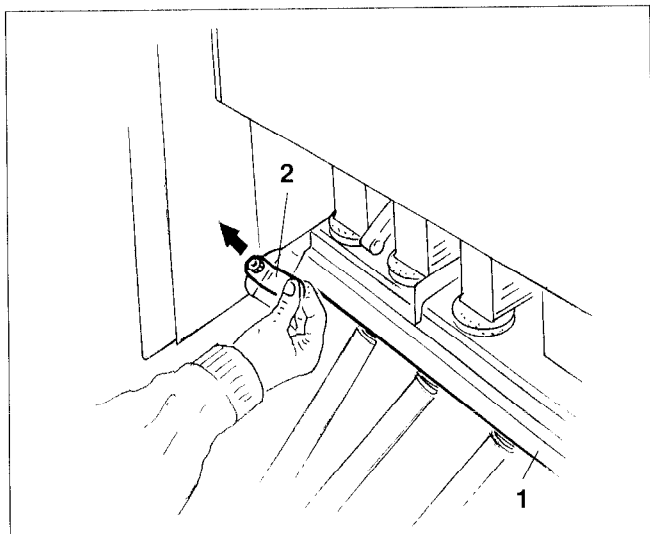
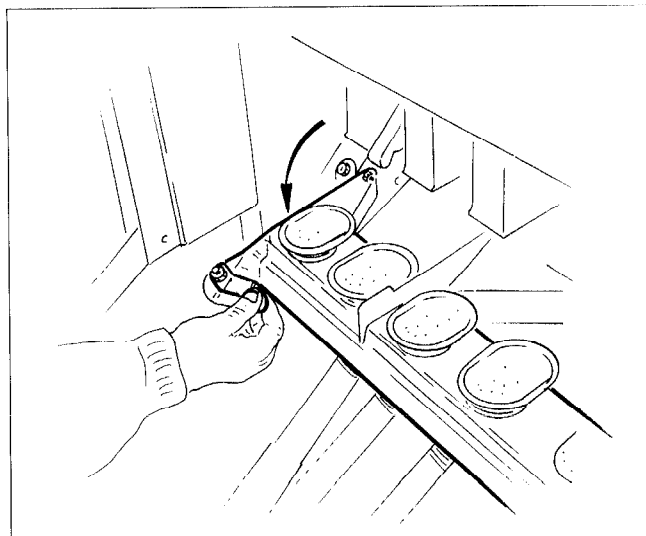

Fig. 6.4
Fig. 6.5
- Trichterschienen (Fig. 6.4/1) absenken:
Die beiden Hebel (Fig. 6.4/2), mit der jede Trichterschiene ausgerüstet ist, kurz anheben und Trichterschiene (Fig. 6.5) absenken.